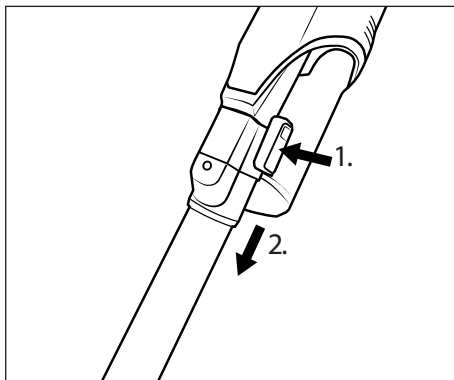

Abb. 11
- ◆ Um das Saugrohr 24 vom Gerät zu entfernen, halten Sie die Saugrohr-Entriegelungstaste 25 gedrückt und ziehen Sie das Saugrohr 24 von der Saugöffnung des Gerätes ab (siehe Abb. 11).